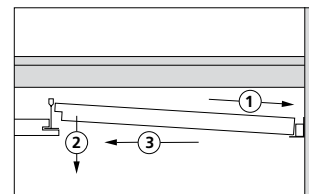

Fig. D2
Vi rekommenderar att använda väggfjäder enligt Fig D2. Skivan pressas mot fjädern ①, läggs ned i bärverket ②, och bildar en tät skarv ③. Vid större montagehöjder kan väggfjädrarna monteras ovanifrån.